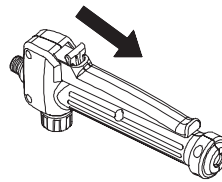

Abbildung 13
1. Drücke zum Verriegeln den Hebel nach unten und ziehe den Verriegelungsknopf nach hinten, lasse dann anschließend den Hebel los. Siehe Abbildung 13.